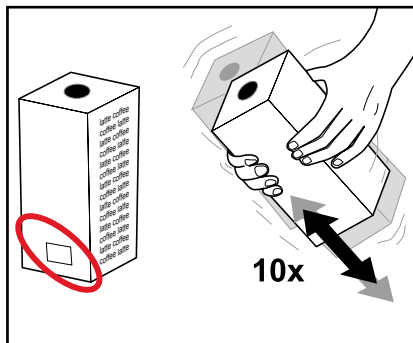

Рис. 2
- Соблюдать нанесенные на упаковки сроки годности. (Рис. 2)
2. Перед установкой в автомат встряхнуть упаковку не менее 10 раз. (Рис. 2)